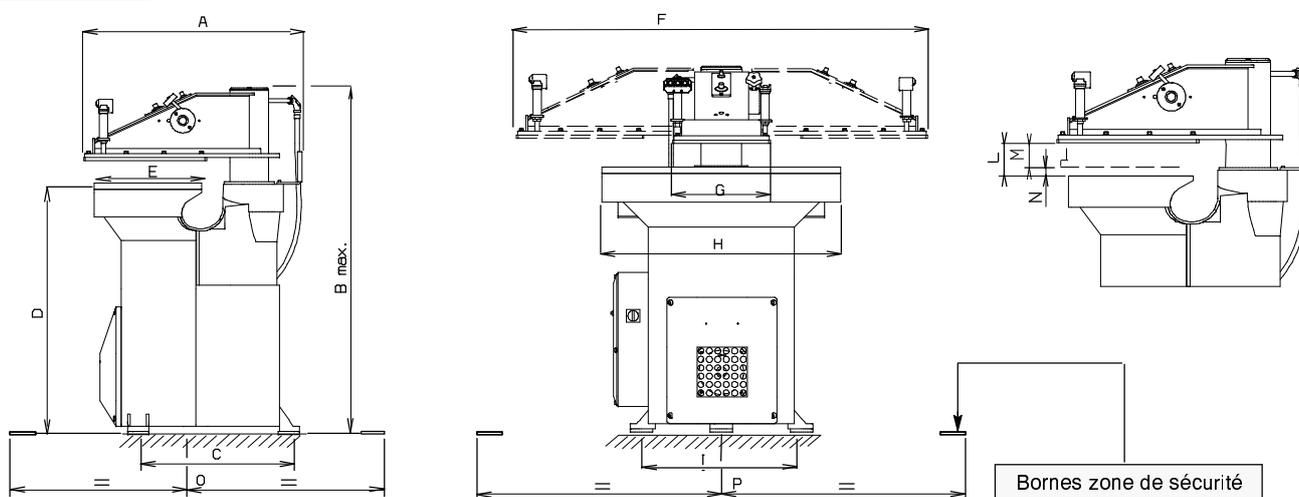

Fig. 1
**La machine doit être utilisée par UN SEUL opérateur à la fois. Délimiter alors autour de la machine avec peinture JAUNE la zone de sécurité dans laquelle le seul opérateur peut travailler. Pour définir cette zone de sécurité se référer aux dimensions d'encombrement machine (Fig. 1).**